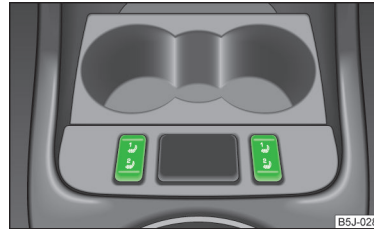

Abb. 36
- › Durch Drücken des Wippschalters in die Position 1 bzw. 2 wird die Sitzheizung vorn auf 25 % bzw. 100 % der Leistung eingeschaltet » Abb. 36.